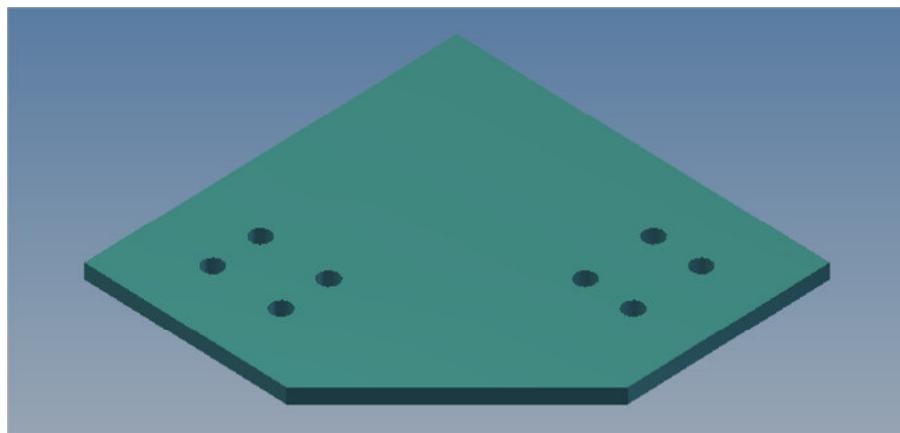
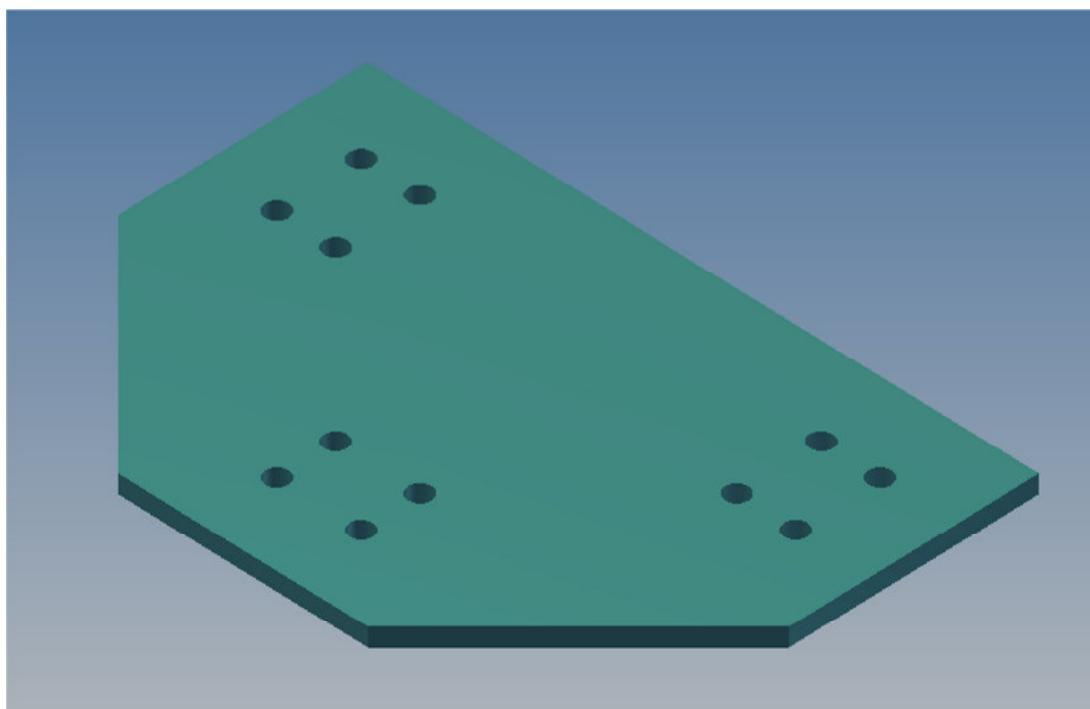

Bild 4 Eckabdeckung
Bild 5 Kreuzabdeckung
- 3.2.4 Wandecken und Wandstöße durch Eckabdeckung (Bild 4) bzw. Kreuzabdeckung (Bild 5) miteinander verschrauben